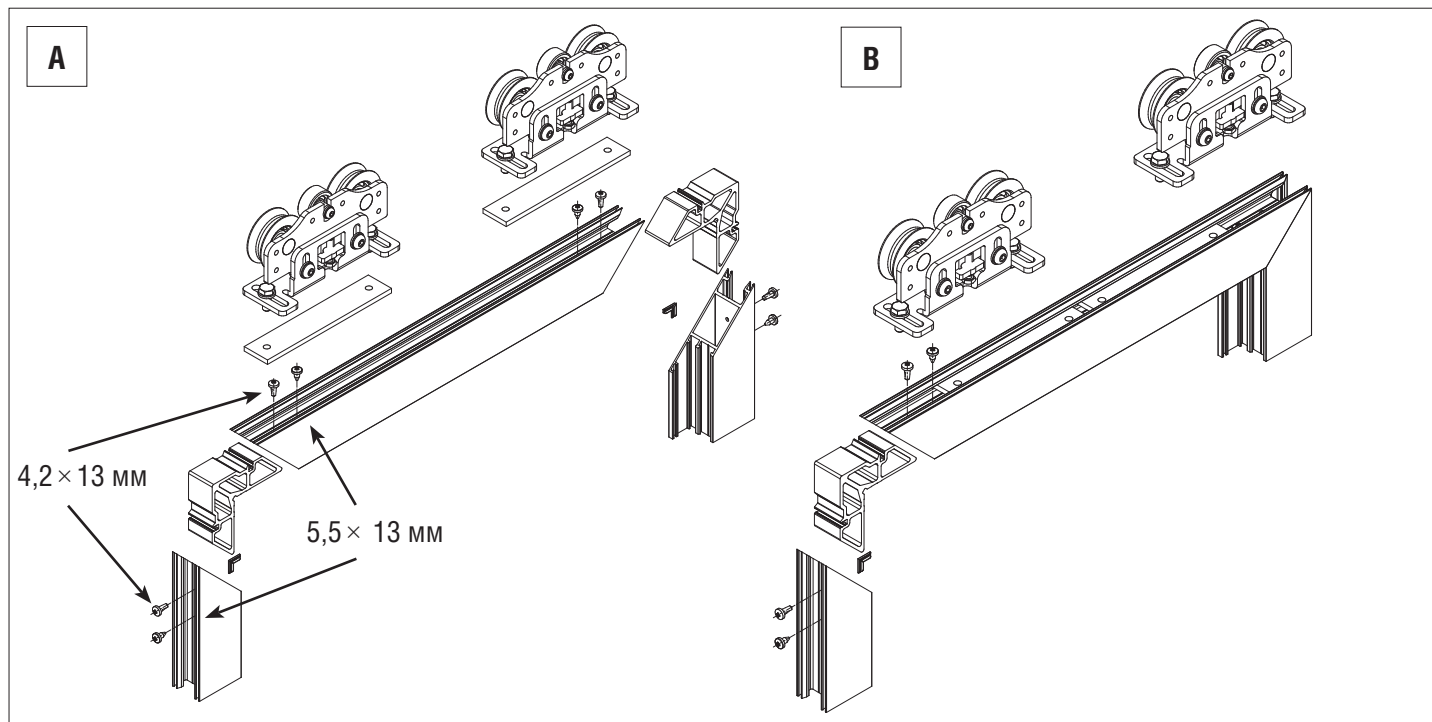

Рис. 14
1. Вставьте закладные пластины в верхний сегмент створки (рис. 14, А).
2. Соберите створку путем сухарного соединения. Выровняйте и стяните угол створки (два сегмента профиля) шурупами $5,5 \times 13$ мм, затем зафиксируйте сухарь в углу шурупами $4,2 \times 13$ мм (рис. 14, А).
3. Закрепите каретки на закладных пластинах створки после сборки (рис. 14, В).